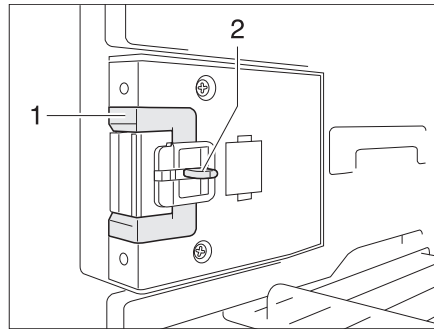
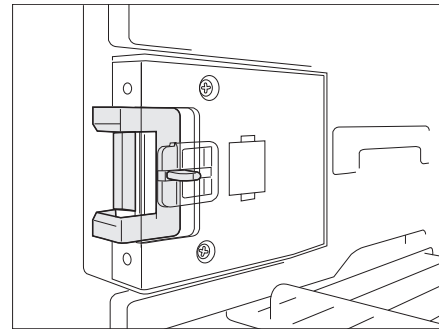

Fig. 240 Dispositif de fermeture en position normale
Fig. 241 Dispositif de fermeture en position de ventilation
- Presser le bouton de déverrouillage (Fig. 240,2).
- Pousser le dispositif de fermeture (Fig. 240,1) vers l'avant (Fig. 241).